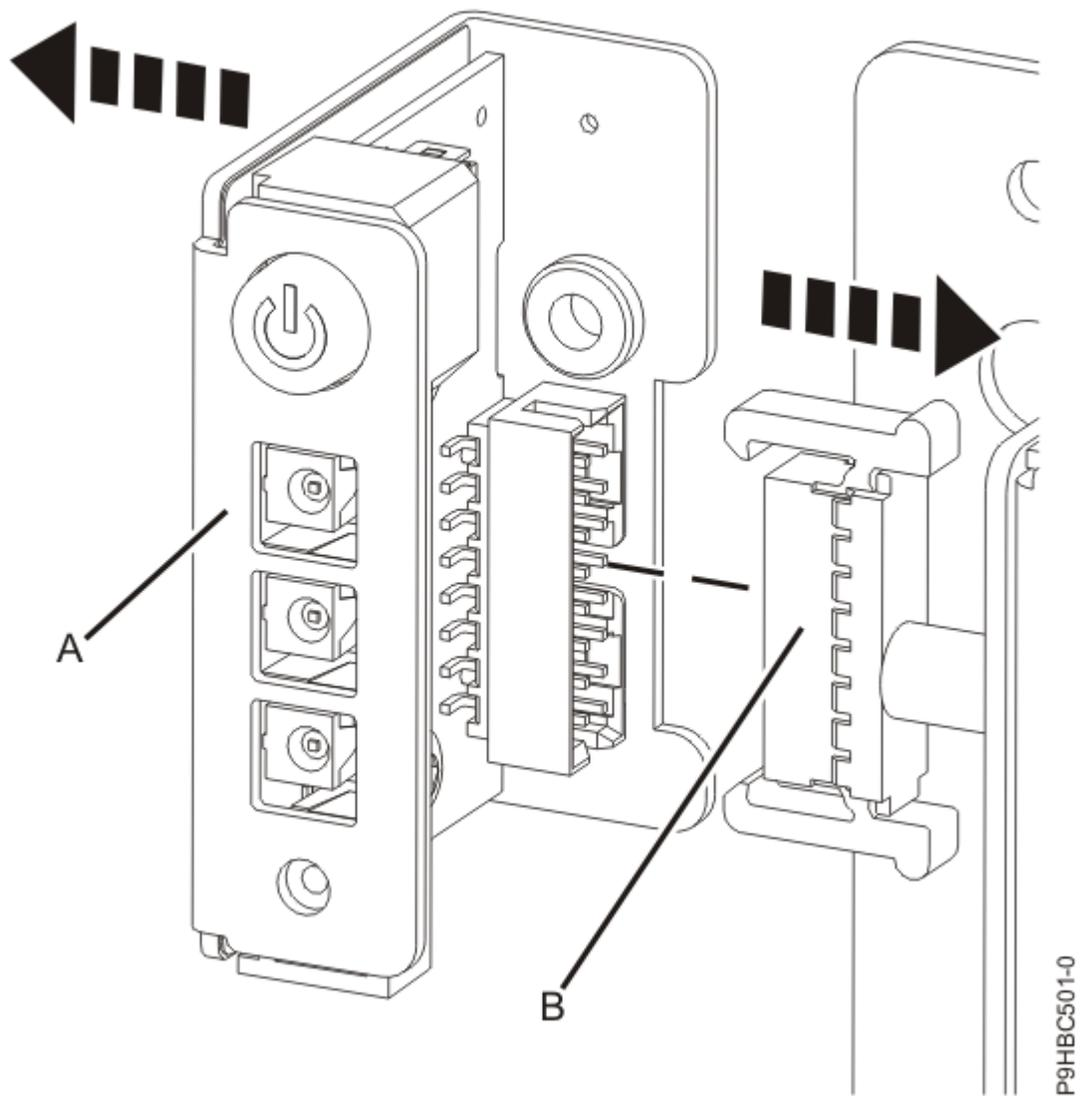
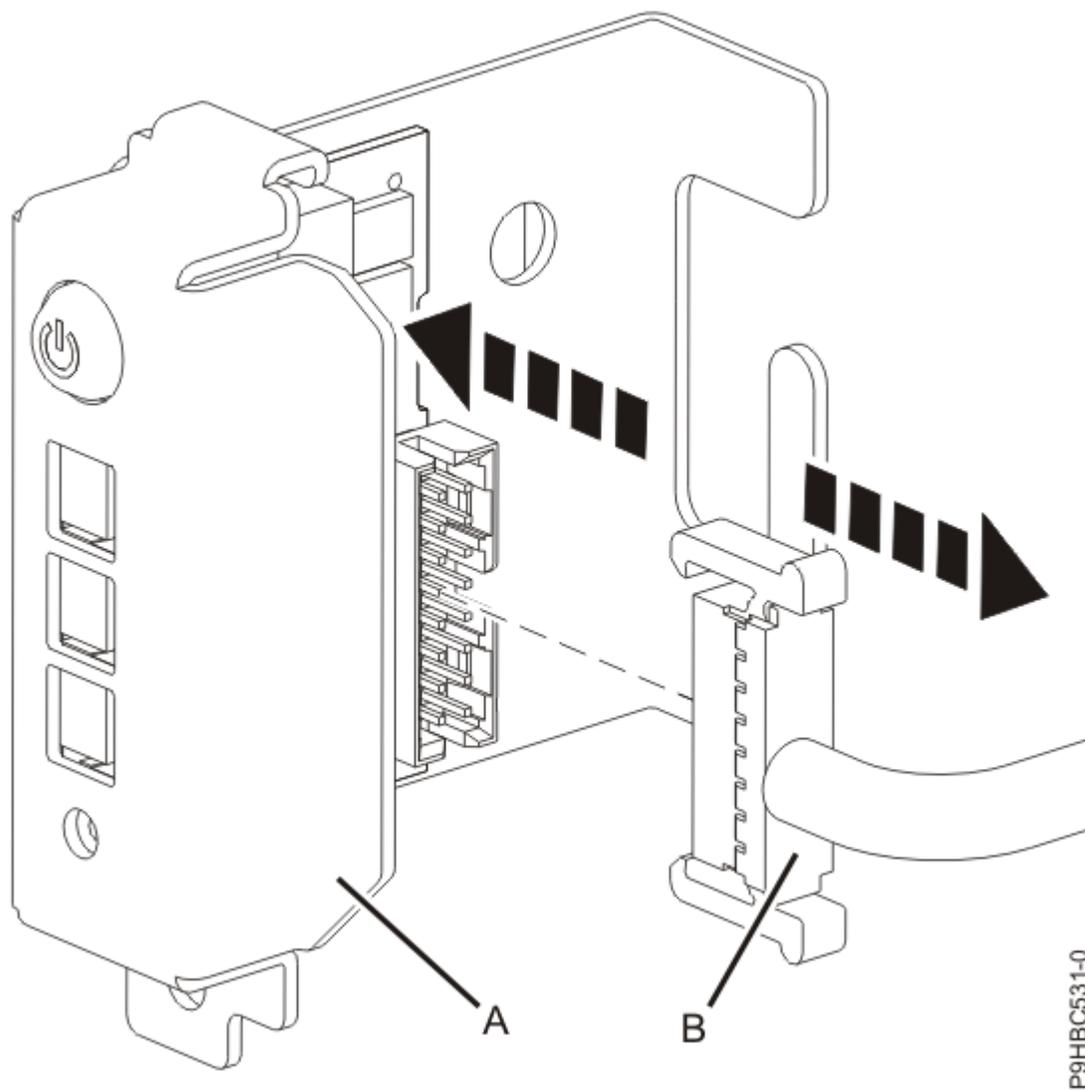

Abbildung 70. Kabel bei einem Einschubsystem von der Steuerkonsole abziehen
Abbildung 71. Kabel bei einem Standalone-System von der Steuerkonsole abziehen
8. Ziehen Sie das Kabel **(B)** von der Steuerkonsole **(A)** ab (siehe Abbildung 70 auf Seite 75 oder Abbildung 71 auf Seite 76).